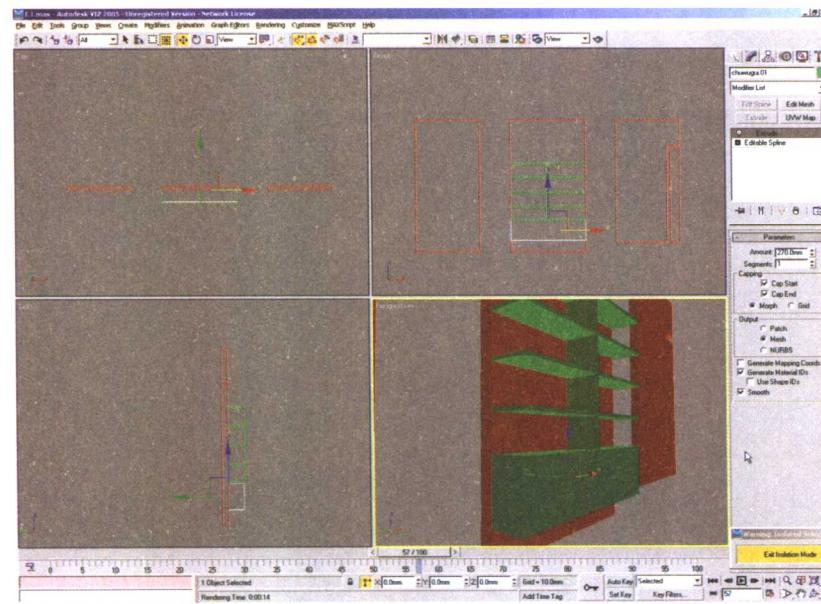

图 1-16 对 chuwugui.01 进行拉伸操作
(16)同样的方法,选择chuwugui.01线形,用Extrude命令进行拉伸,其参数如图1-16所示。